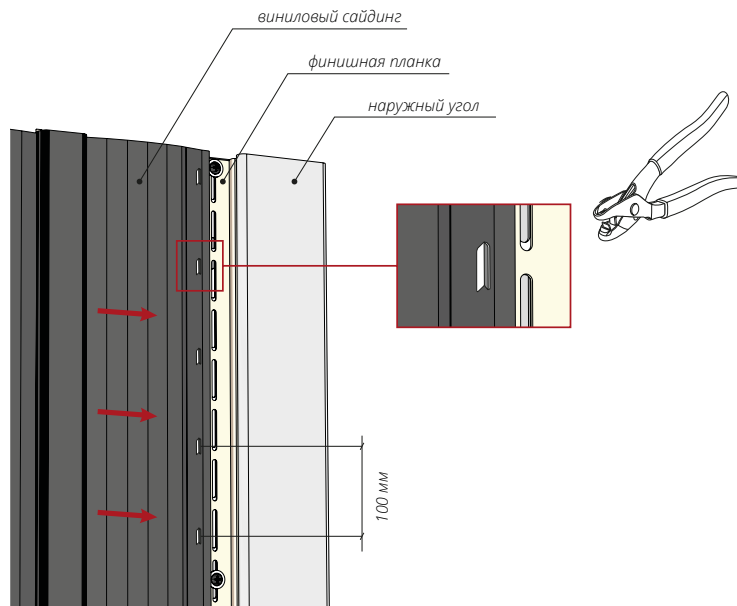

Рисунок 75
- 15.5** Завершающая панель в ряду подрезается по размеру с использованием ножа или ножниц прямых, важно, чтобы рез был ровный. Используя просекатель насечек, необходимо сделать насечки с интервалом 100 мм (рис. 75). Заведите панель сайдинга в финишную планку. За счет насечек панель сайдинга надежно фиксируется в финишной планке и имеет возможность линейно расширяться при изменении температуры окружающей среды.